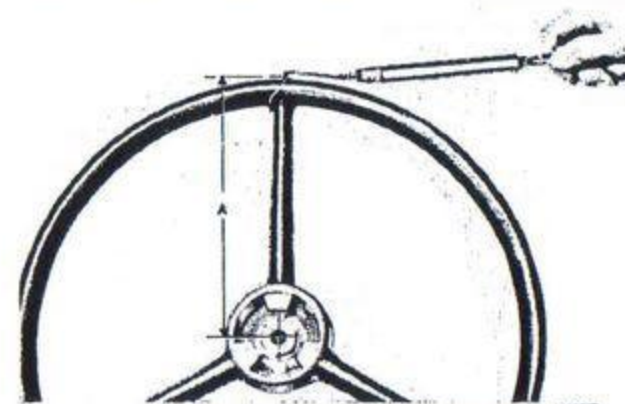

Bild 118. Mätning av rattmoment.
1. Vid byte av bussningar pressas de nya bussningarna (3) i styrknäckschuset. Brotscha bussningarna tills styraxeln går lätt utan att glappa. Rengör från metallspån.
2. Montera snäckskruv (10) med lager, justermellanlägg (8), lock och rattrör. Dra skruvarna försiktigt och känn efter att lagren ej blir för hårt ansatta. Justermellanlägg (8) tillägges resp borttages tills rattaxeln lätt kan vridas runt utan att glappa.
3. Montera täfningsringen (2). Sätt i styraxeln (4) men var försiktig så att ej täfningsringen skadas. Montera packning, lock och bottenplugg. Vrid rattaxeln till mittläge och skruva in justerskraven (6) tills ett lätt motstånd känns när rattaxeln vrids över mittläget. Lossa justerskraven tills detta motstånd nätt och jämt försvinner och lås justerskraven i detta läge.
4. Sätt på ratften och dra med en fjädervåg enligt bild 118. Fjädervågen skall därvid visa ett utslag av 0,1—0,4 kg med "A" = 25 cm. Visar fjädervågen annat utslag, undersöks vilken del som är för hårt resp för löst ansatt.